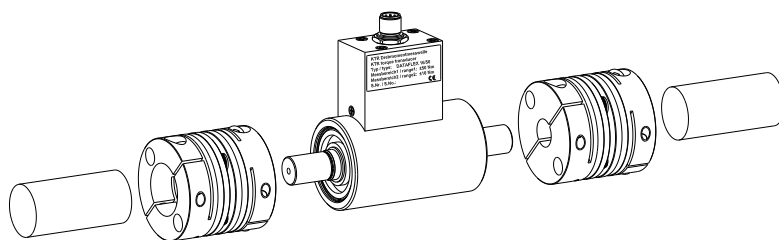

Fig. 7 : Montage des moyeux de serrage
- Introduire les extrémités de l'arbre de mesure et des côtés entraînement et sortie dans les moyeux de l'accouplement RADEX®-NC (voir fig. 7).